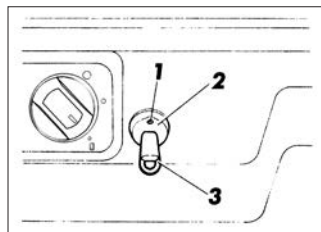

Рис. 18. Панель приборов (фрагмент)
1. После открытия какой-либо двери или кратковременного включения зажигания (если выключатель в двери неисправен) иммобилизатор на 30 секунд переходит в режим «готовность к считыванию кода» – световой индикатор **1** (рис. 18) датчика-сигнализатора **2** мигает с удвоенной частотой.